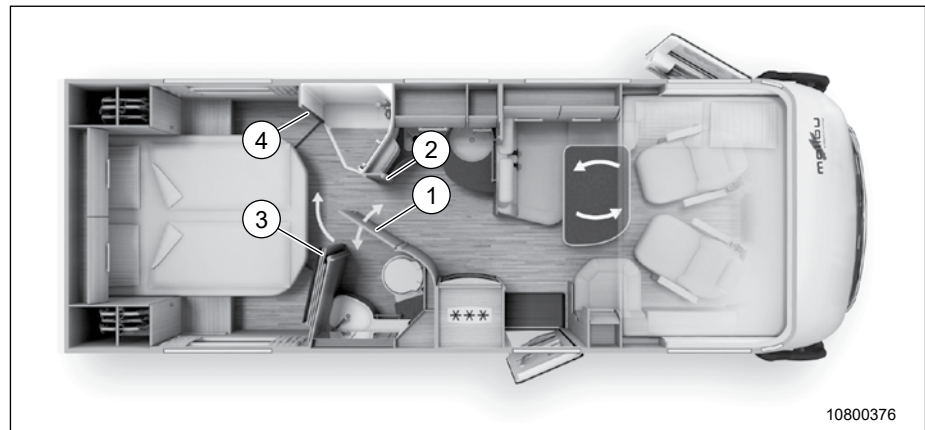

Fig. 76 Création d'un dressing au niveau de salle de bain spacieuse et porte coulissante 3 panneaux
1. Ouvrir complètement la porte du cabinet de toilette (Fig. 76, Pos. 1) , la joindre avec la paroi extérieure de la douche (Fig. 76, Pos. 2) et la fermer.
2. Desserrer la sangle de sécurité de la porte coulissante (Fig. 76, Pos. 3) .
3. Ouvrir complètement la porte du cabinet de toilette (Fig. 76, Pos. 3) , la joindre avec la paroi extérieure de la douche (Fig. 76, Pos. 4) et la fermer. Une serrure magnétique ferme les portes coulissantes.